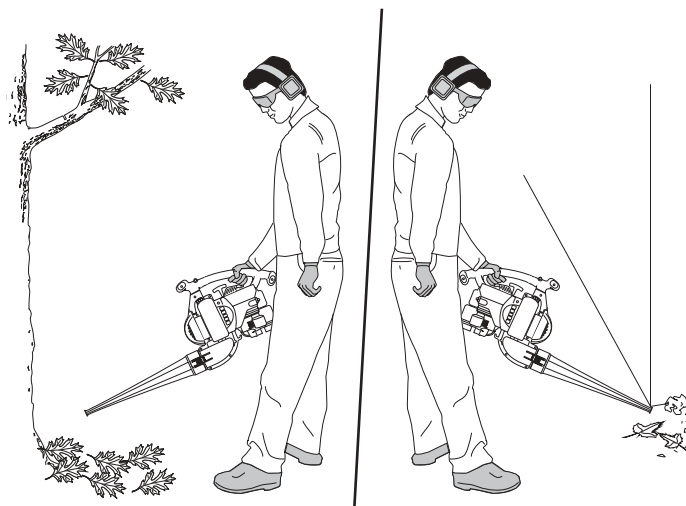

Fig. 14
- 1 Utiliser la souffeuse pour le déblayage des arbres, buissons, massifs de fleurs et autres endroits difficiles à nettoyer (Fig. 14).
2. Utiliser l'outil pour le nettoyage des bâtiments et autres applications normales (Fig. 14).